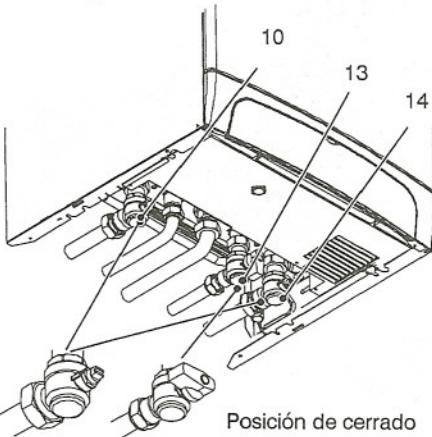

fig. 9.3
- Cerrar el grifo de entrada del agua sanitaria 13 en la fig. 9.3
- 1 Cerrar los grifos de alimentación y retorno 10 y 14 en la fig. 9.3 de la instalación de calefacción.